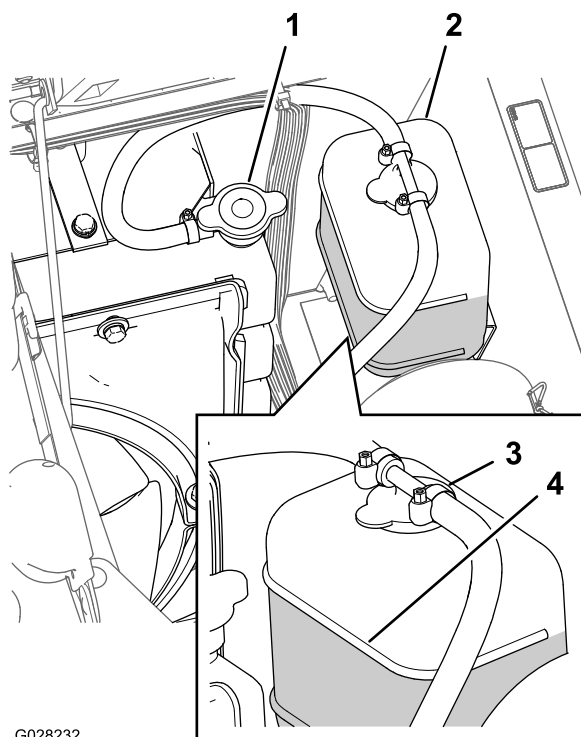

图 90
3. 小心拆下散热器盖和膨胀水箱盖图 90。
**注意** 散热器中的冷却液应添加至加油颈的顶部而膨胀水箱中的冷却液应添加至水箱上的“已满”标记处图 90。
5. 如果冷却液液位较低请拆下膨胀水箱盖和散热器盖然后将膨胀水箱添加至“已满”标记处将散热器添加至加油颈的顶部图 90。
6. 安装散热器盖和膨胀水箱盖图 90。
2. 发动机冷却后拆下散热器盖图 90。
6. 拆下散热器盖图 90。
8. 在散热器上的盖子松开的情况下启动发动机图 90。
10. 冷却液变热之后把冷却液液位添加至盖子的密封面处盖紧盖子 (图 90)。
11. 打开膨胀水箱盖向水箱添加冷却液至“冷”位置图 90。